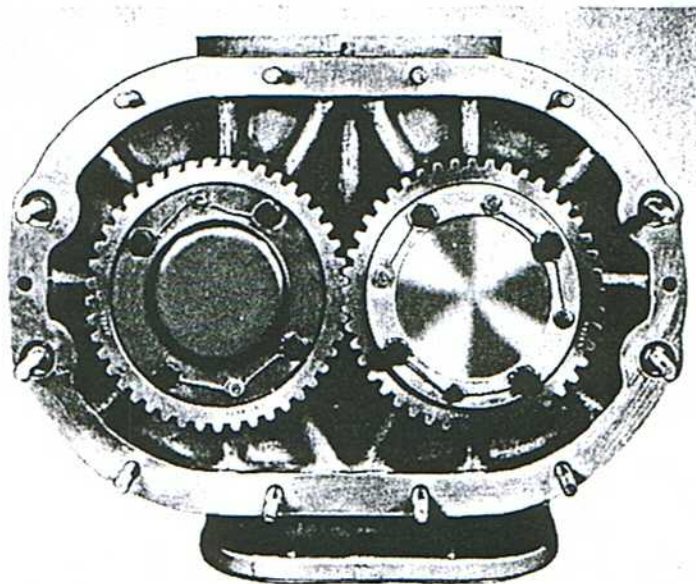

Fig. 37 – Vista de los engranajes.
4. Instalar el eje flotante. Comprobar que la superficie de la brida de montaje está lisa, sin muescas ni rebabas y que las clavijas largas están instaladas. Colocar la placa de seguridad, instalar los tornillos de unión del engranaje con el núcleo y los tornillos de las clavijas, como se indica en la fig. 37.